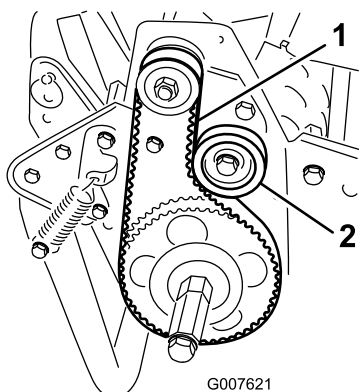

Рисунок 44
2. Проверьте натяжение, приложив к ремню посередине между шкивами (Рисунок 44) усилие 18–22 Н.
A. Ослабьте крепежную гайку натяжного ролика и поджимайте натяжной ролик по часовой стрелке к обратной стороне ремня, пока не будет достигнуто требуемое натяжение ремня (Рисунок 44).